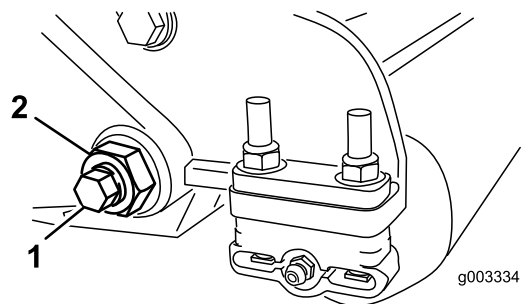
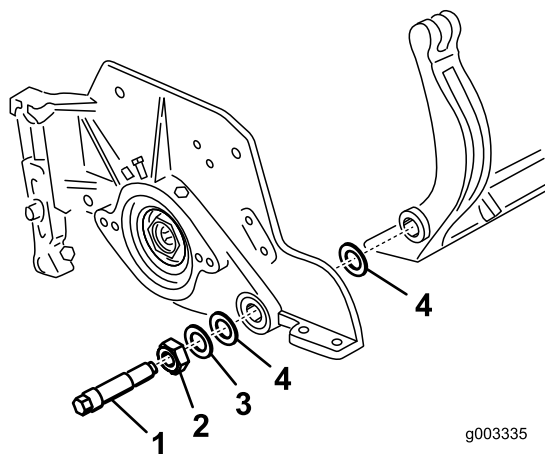
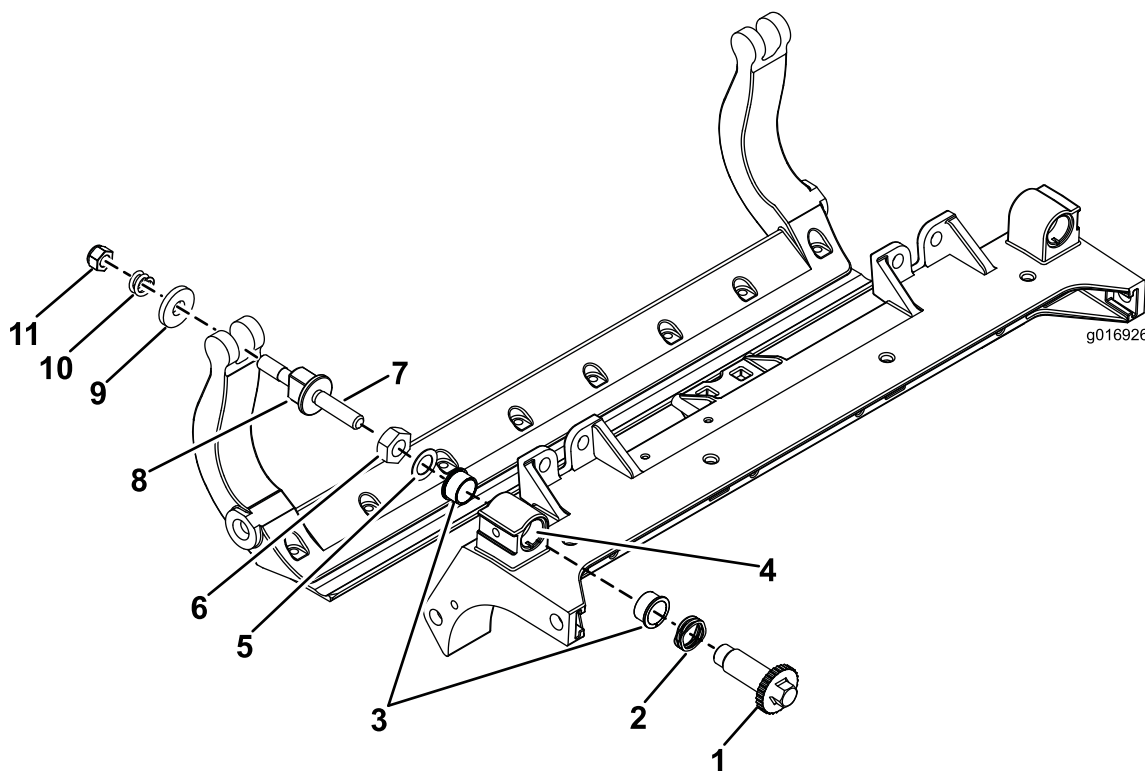

Рисунок 30
Рисунок 31
Рисунок 33
3. С каждой стороны машины ослабьте контргайку, крепящую болт планки неподвижного ножа (Рисунок 30).
4. Удалите болты планки неподвижного ножа, потяните планку неподвижного ножа вниз и отсоедините ее от машинного болта (Рисунок 30). Учтите, что с каждой стороны планки расположены 2 нейлоновых и 1 штампованная стальная шайба (Рисунок 31).
2. Прикрепите планку неподвижного ножа к боковым пластинам с помощью болтов планки неподвижного ножа (гаек на болтах) и 6 шайб. Нейлоновые шайбы должны располагаться с каждой стороны выступа боковой пластины. На нейлоновые шайбы установите стальные шайбы (Рисунок 31). Затяните болты планки неподвижного ножа с моментом 240–320 Н•м.
проворачивались вручную, пока не будет устранен осевой люфт планки неподвижного ножа (Рисунок 31).
1. Снимите все детали (см. *Инструкции по установке* для HD комплекта DPA, модель № 120–7230, и Рисунок 33).
2. Нанесите смазку Never Seize на внутреннюю поверхность втулки на центральной раме режущего блока (Рисунок 33).
3. Совместите шпонки фланцевых втулок с прорезями в раме и установите втулки (Рисунок 33).
4. Установите волнистую шайбу на шпindel регулятора и вставьте шпindel регулятора во фланцевые втулки, установленные в раме режущего блока (Рисунок 33).
5. Закрепите шпindel регулятора с помощью плоской шайбы и контргайки (Рисунок 33). Затяните контргайку с моментом 20–27 Н•м.
9. Прикрепите планку неподвижного ножа к боковым пластинам с помощью болтов планки неподвижного ножа (гаек на болтах) и 6 шайб. Нейлоновые шайбы должны располагаться с каждой стороны выступа боковой пластины. На нейлоновые шайбы установите стальные шайбы (Рисунок 33). Затяните болты планки с моментом 27–36 Н•м. Затяните контргайки вручную так, чтобы наружные стальные шайбы перестали вращаться и осевой люфт был устранен, но не перетягивайте и не деформируйте боковые пластины. Шайбы с внутренней стороны могут иметь зазор (Рисунок 31).